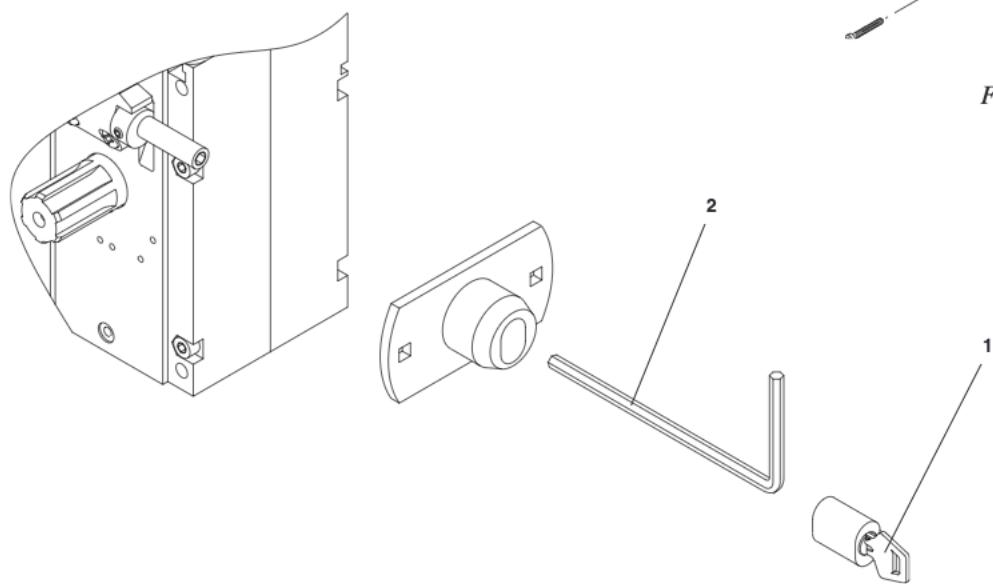

Fig.13
7.3 Sblocco esterno con chiave personalizzata (fig. 13).
7.3 External release with personalized key (fig. 13).
• Remove the block with the personalized key 1
7.3 Déblocage extérieur avec clé personnalisée (fig. 13)